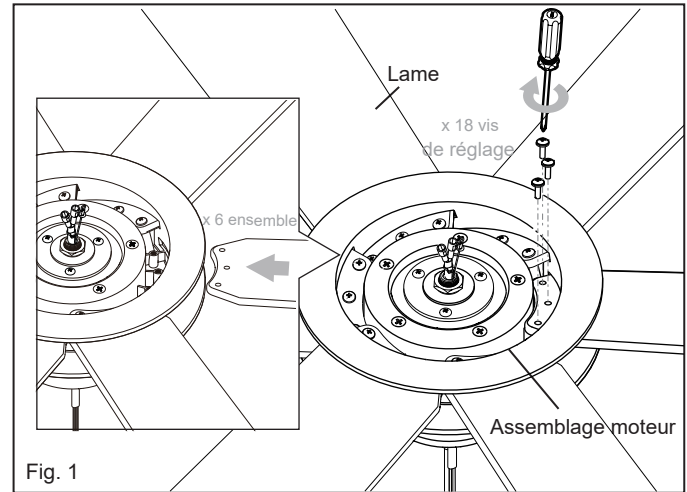

Fig. 1
- 1 Insérez la lame dans la fente du boîtier. Alignez les trous sur la pale et l'ensemble moteur du ventilateur et fixez-les avec les vis de fixation de la pale. (Fig. 1)